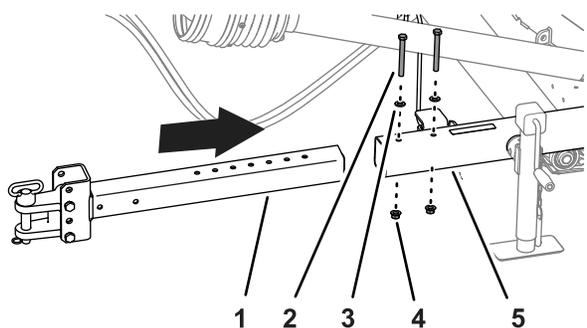

図 6
1. ヒッチチューブをレシーバチューブに固定しているフランジロックナット2 個、キャップスクリュ2 個、ワッシャ2 枚を外す **図 6**。